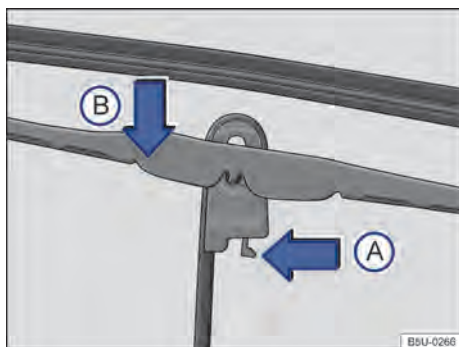

Fig. 173 Substituir as palhetas dos limpadores do para-brisa.
- Colocar a palheta em uma posição perpendicular em relação ao braço → Fig. 173.